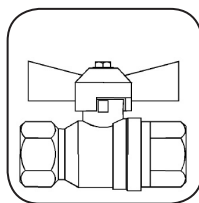

Fig. 15
- Na instalação do gás natural é obrigatório o uso de um registro de esfera adequado, nas proximidades do ponto de ligação [Fig. 15].